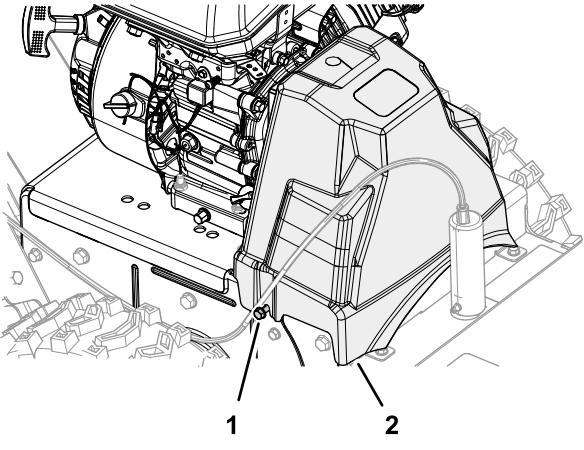

Figura 43
1. Allineate le fessure nel copricinghia con le 2 viti a testa flangiata (Figura 43).
2. Montate il copricinghia nella macchina (Figura 43).